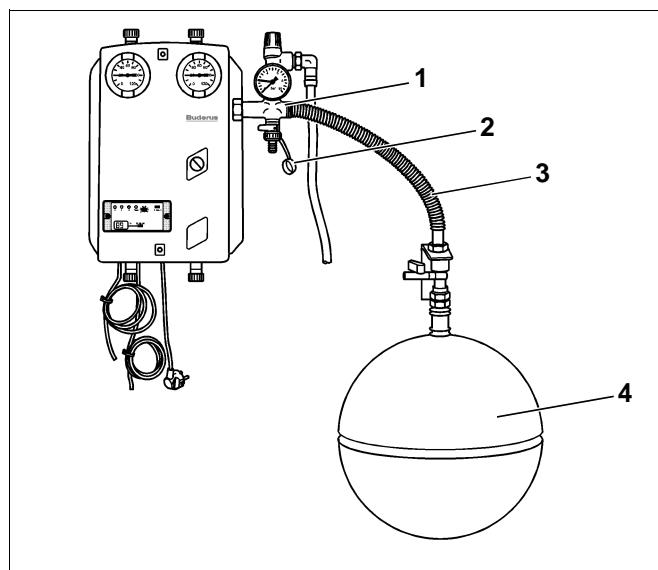

Fig. 10 Montaggio del vaso di espansione
- I Un vaso di espansione (fig. 10, **pos. 4**) può essere fornito dalle filiali **Buderus** (dotazione supplementare).
**Il collegamento del vaso di espansione si deve effettuare nel ritorno al gruppo di sicurezza del set idraulico completo (fig. 10, pos. 1).**
- 1 Svitare il cappuccio G $\frac{3}{4}$  (fig. 10, **pos. 2**) dal raccordo per il vaso di espansione del gruppo di sicurezza.
- 1 Il collegamento del vaso di espansione al set idraulico completo, si può effettuare mediante l'apposito kit (AAS/Solar) acquistabile presso le filiali **Buderus**. La congiunzione fra il vaso di espansione ed il gruppo di sicurezza viene fatta per mezzo del tubo ondulato a corredo (fig. 10, **pos. 3**).